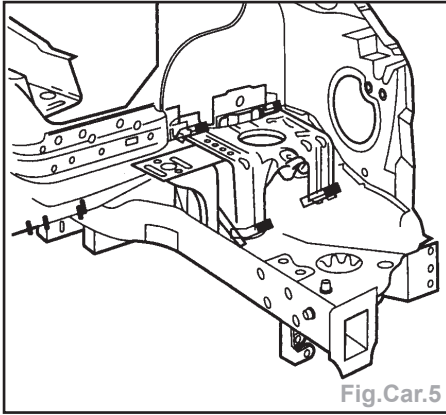

Fig.Car.5
- Percer les points de soudure sur le palier de fixation (Fig.Car.5).